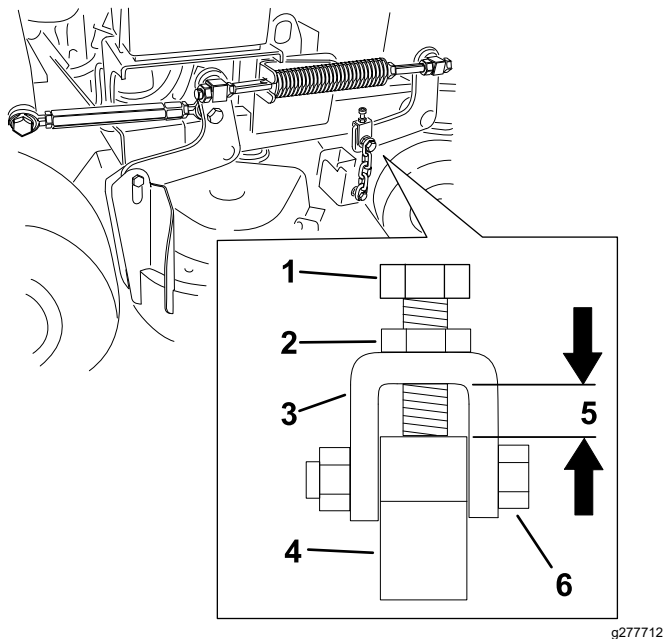

Figura 79
Nota: Esta distancia debe ser de 11 mm, según se muestra en Figura 79.
- Si es necesario ajustarlo, afloje el perno superior de la cadena (**Figura 79**).
- Afloje la contratuerca y ajuste el perno de ajuste para obtener la distancia correcta, según se muestra en **Figura 79**.